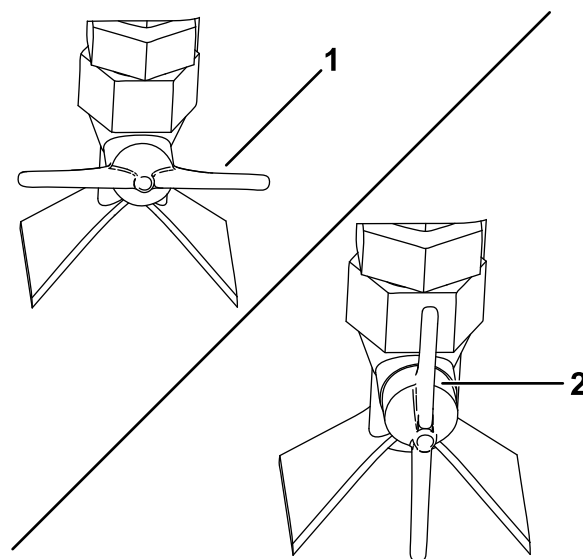

Bild 91
- Fächerförmiger Strahl: Stellen Sie das Sprühventil an der Seite der Düse waagrecht (Bild 91).
- Strahl: Stellen Sie das Sprühventil an der Seite der Düse senkrecht (Bild 91).